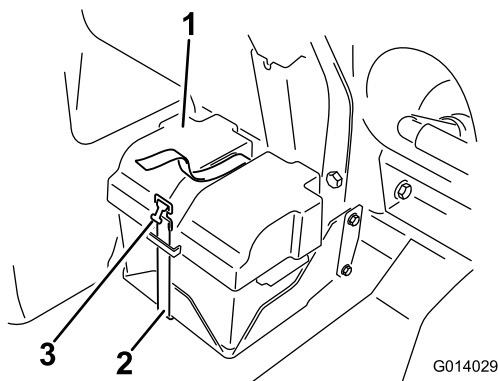

Figura 16
3. Retire la tapa de la batería (Figura 16) y desconecte el cable negativo.
10. Utilice la correa para sujetar la tapa en la caja de la batería (Figura 16).